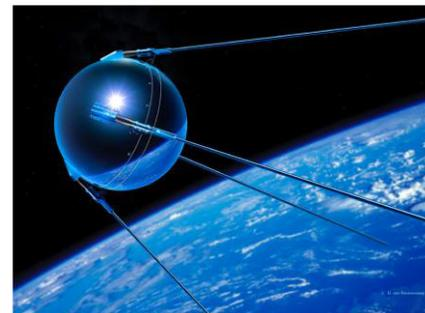

Рис. 1.
1. «Спутник-1» – первый искусственный спутник Земли, советский космический аппарат, запущенный на орбиту 4 октября 1957 года (рис. 1). Кодовое обозначение спутника – «ПС-1» («Простейший Спутник-1»). Запуск был осуществлён с 5-го научно-исследовательского полигона Министерства обороны СССР «Тюра-Там» (получившего впоследствии открытое наименование космодром «Байконур») на ракете-носителе «Спутник», созданной на базе межконтинентальной баллистической ракеты «Р-7». Дата запуска «Спутника-1» является началом космической эры человечества, а в России ежегодно отмечается как памятный день Космических войск.